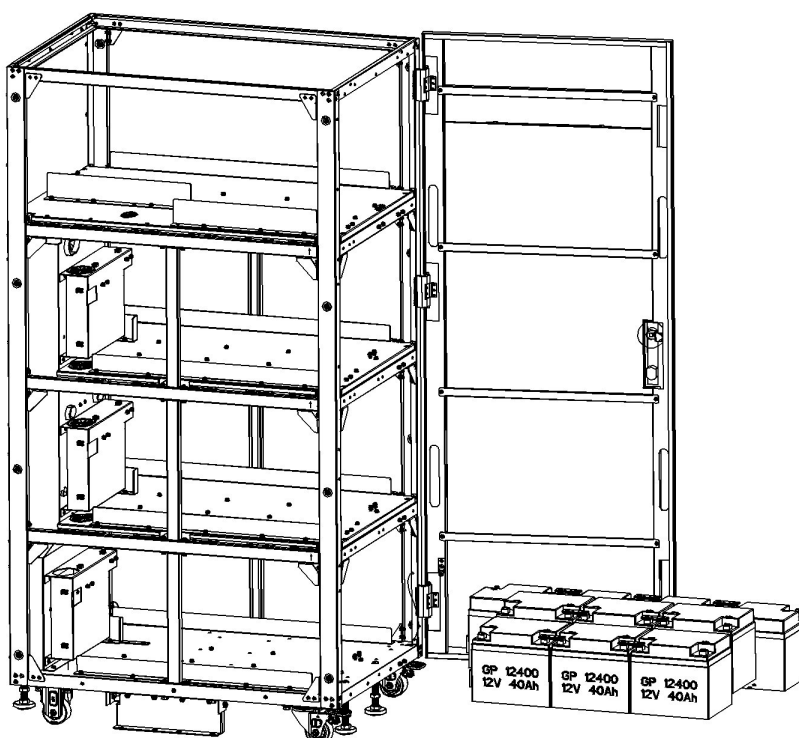

Figura 5-46
4. Instale 10 módulos de baterías en la capa 1. (Figura 5-46).